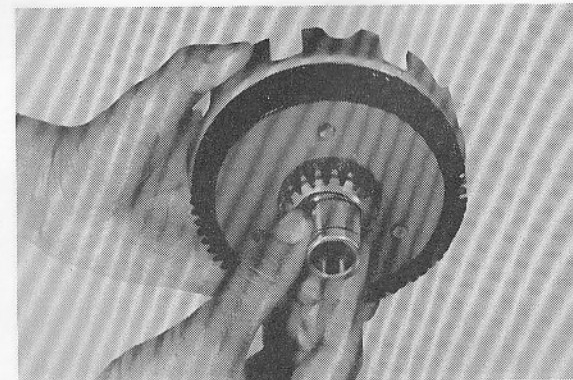

Fig. 3-3-24
4. Thoroughly clean the clutch housing and spacer. Apply a light film of oil to the bushing surface and spacer. Fit the spacer into the bushing. It should be a smooth, thumb-press fit. The spacer should rotate smoothly within the bushing. (Fig. 3-3-24)
4. Nettoyer complètement la cloche d'embrayage et l'entretoise. Appliquer une légère couche d'huile sur la surface de douille et d'entretoise. Ajuster l'entretoise dans la douille. Cela doit être un ajustage doux aisé au doigt. L'entretoise doit tourner en douceur dans la douille. (Fig. 3-3-24)